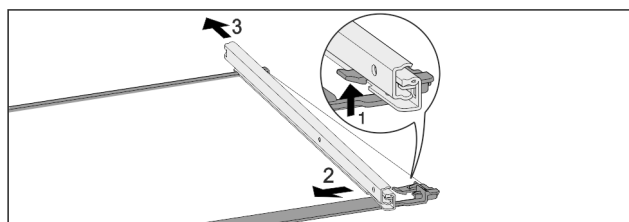

Fig. 122 Skleněná deska s kolejničkami
- ▶ Přední aretační háček zatlačte nahoru. Fig. 122 (1)
- ▶ Výsuvnou kolejničku vysuňte stranou Fig. 122 (2) a dozadu Fig. 122 (3).